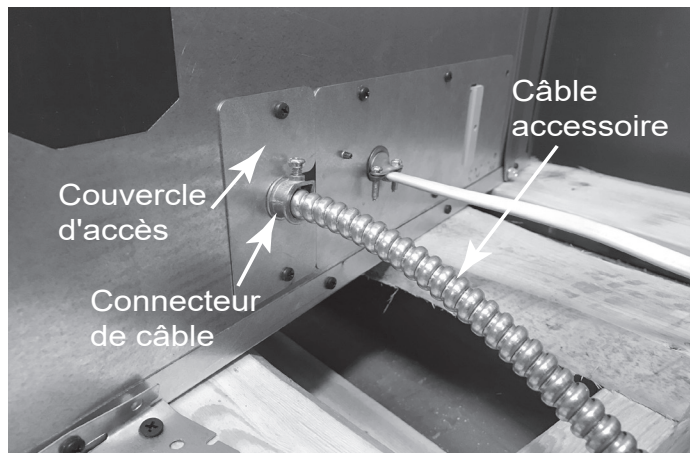

Figure 8.2 Câble accessoire
- Acheminez les fils du câble accessoire à travers le boîtier de l'appareil et réinstallez le couvercle d'accès avec les (2) vis. Voir la figure 8.2.